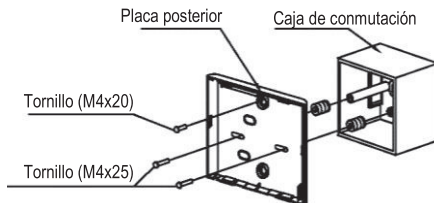

Fig 3-6
- Para el montaje empotrado, fije la placa posterior de la caja de conmutación con 2 tornillos (M4x25) y fijela en la pared con 1 tornillo (M4x20). (Fig.3-6)